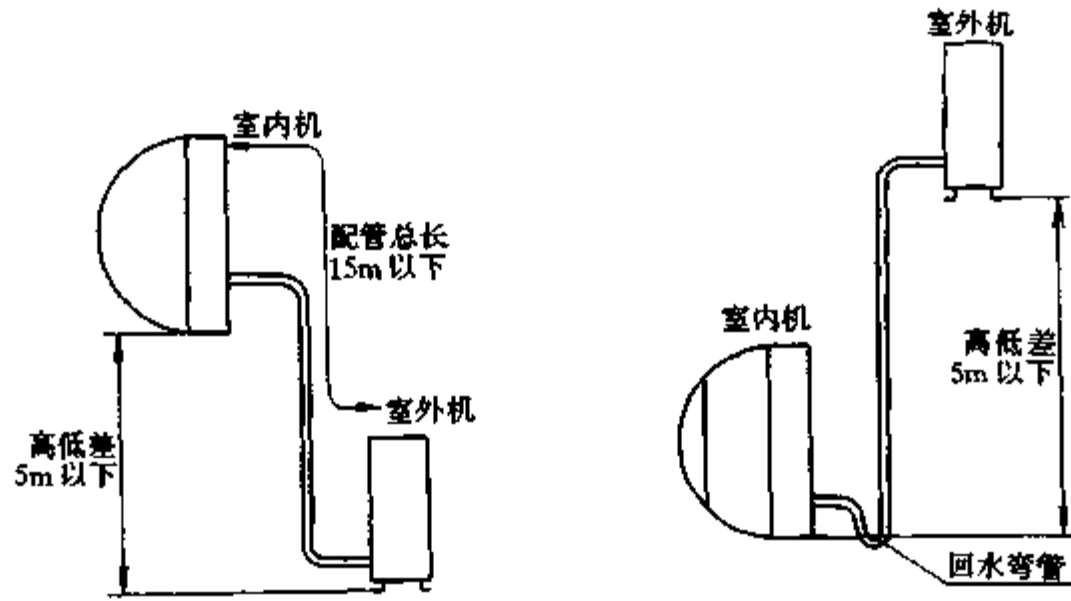

图 7-34 室内外机位差及回水弯管示意图
- (2) 确保主机与墙壁间的距离符合安装图的要求。
- (3) 配管最长为 15m, 超过 5m 时, 每超过 1m 需补充 20g 制冷剂。室内外机允许位差为 5m。若室外机高于室内机时, 在室内机的引入管处应外设回水弯管。如图 7-34。
- (4) 在机油多的地方、海滨地区等盐分多的地方、潮湿地带、有硫化气体的地方等特殊场所, 请注意隔离使用。
- (5) 尽量不要安装在路边、楼梯、出口等公用地方。